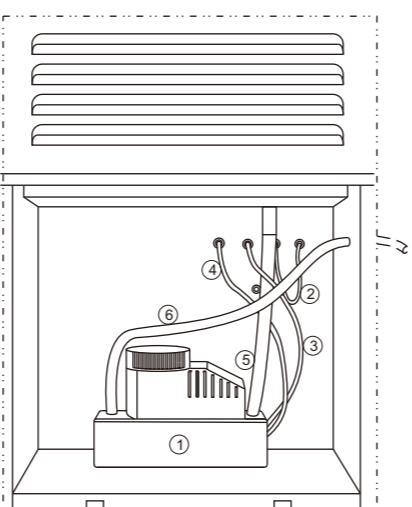

FIG. 4
- Desligue o fio do sinal do alarme de volume de água (②) do borne central e ligue-o ao borne direito para instalá-lo.
- Ligue o cabo de alimentação (④, cor negra) da bomba de água (①) ao borne esquerdo.
- Ligue o fio do sinal do alarme de volume da água (③, cor azul) da bomba de água ao borne central.
- Ligue os tubos de aspiração (⑤) e descarga (⑥) da bomba de água (ver FIG.4)